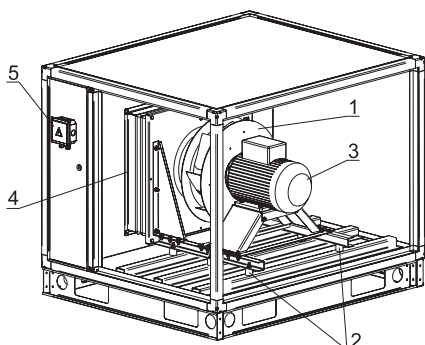

Рисунок 4
Вентиляторная секция (рис.4) предназначена для перемещения воздуха в установке RW и подачи (вывода) его в (из) обслуживаемое помещение. Выпускаются секции с фронтальным (F), верхним (U) и боковым (R, L) выбросом воздуха. В корпусе бокса на направляющих и виброопорах (2) крепится блок вентилятора состоящий из рабочего колеса (1) с назад загнутыми лопатками, расположенного непосредственно на валу асинхронного трехфазного электродвигателя (3). Для предотвращения передачи вибрации на корпус блок вентилятора отделен от него гибкой вставкой (4). Подключение электродвигателя осуществляется в клеммной коробке (5), вынесенной на сторону обслуживания. Изменение производительности установки RW производится регулированием оборотов электродвигателя при помощи частотного регулятора.